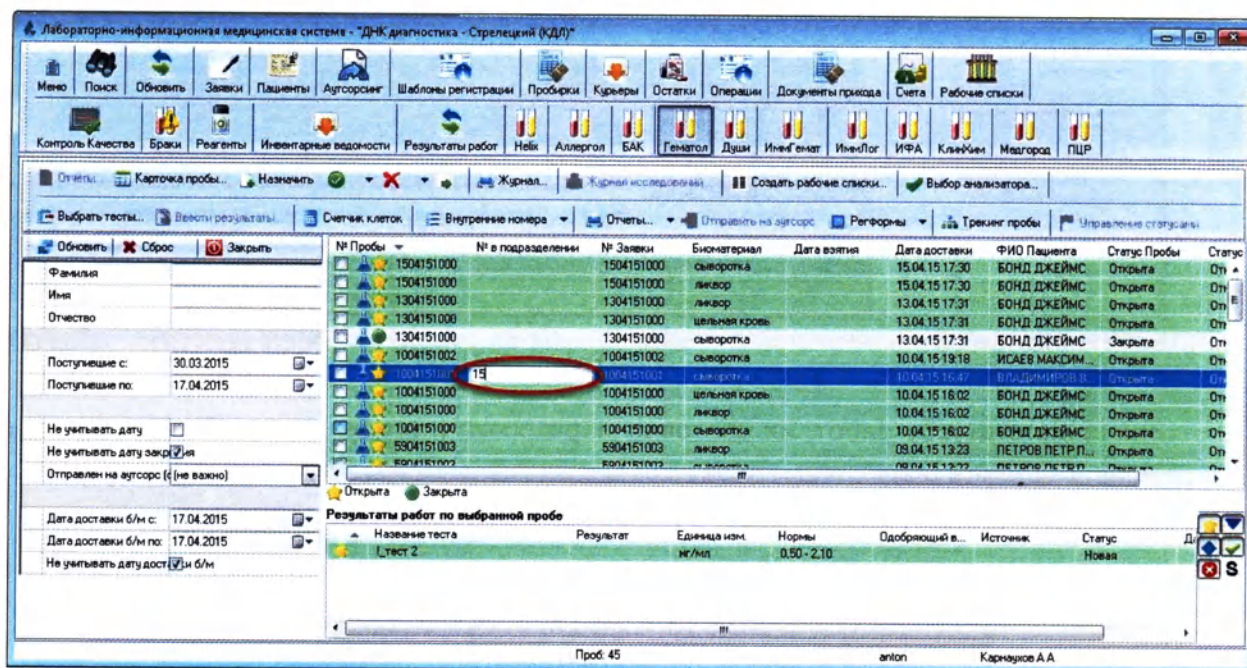

Рисунок 5.5
1. Выделите запись журнала и в столбце «№ в подразделении» введите внутренний номер для данной пробы (Рисунок 5.5):